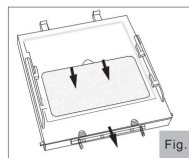
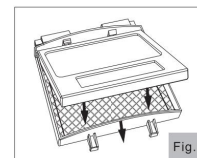

Fig.1
Fig.2
**Înlocuirea lentilelor de protecție exterioare:** Îndepărtați suportul filtrului mișcând blocajele spre centru (fig.1) și ridicați suportul filtrului pentru înlocuirea lentilelor de protecție exterioare.
**Schimbarea cartușului de nuanță:** Scoateți ansamblul de susținere al filtrului din carcasa căștii (vezi fig.1). Apoi ridicați capătul de suport al filtrului pentru a permite scoaterea din cadru a cartușului cu filtru. Fixați noul cartuș cu filtru în cadru (vezi fig.2). Asigurați-vă de faptul că filtrul împreună cu cartușul său este introdus corect în suport și fixați ansamblul de susținere al filtrului în carcasa căștii.